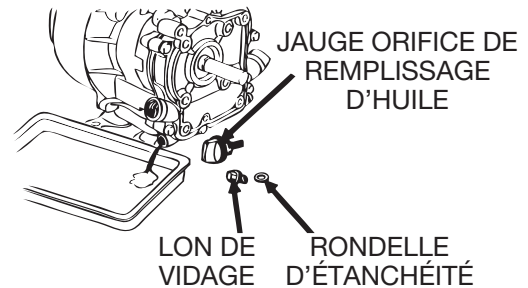

Figure 18. Huile moteur (purge)
1. Vider l'huile du moteur lorsque l'huile est **chaude** après l'opération comme démontré dans la figure 18..